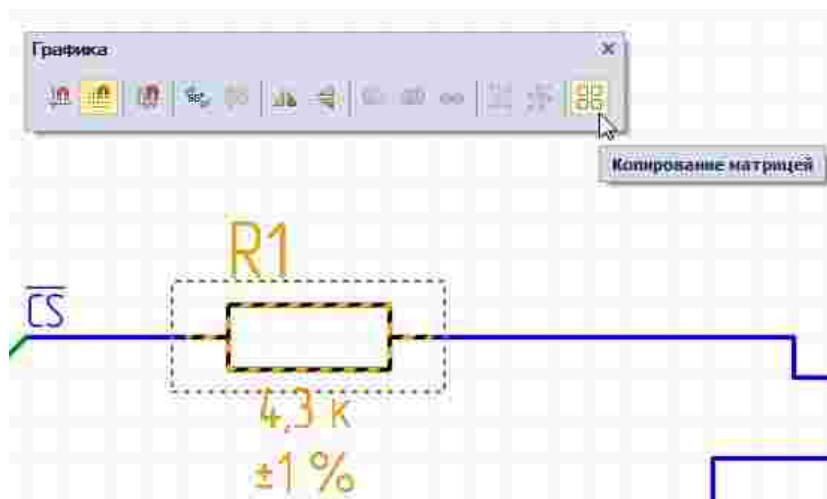

Рис. 188 Копирование объекта матрицей
2. Выбрать инструмент «Копирование матрицей» в панели инструментов «Графика», см. Рис. 188.